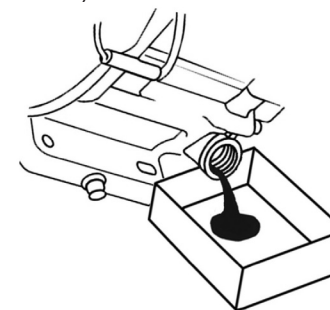

Рис. 17 Замена моторного масла
3. Наклоните виброплиту в сторону маслозаливной горловины двигателя и слейте отработанное масло через маслозаливную горловину в подготовленную для этого емкость (Рис. 17).